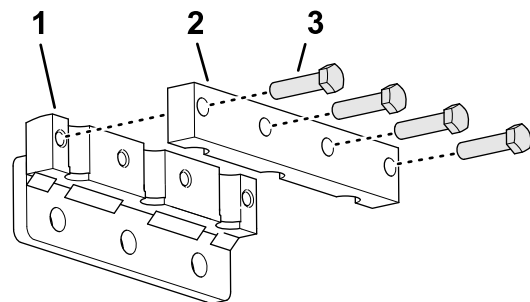

Bild 40
1. Befestigen Sie Tines-Klemme mit vier Schrauben ($\frac{3}{8}$ " x $1\frac{1}{2}$ ") lose an jedem Tines-Halter (Bild 40). Ziehen Sie die Schrauben nicht fest.